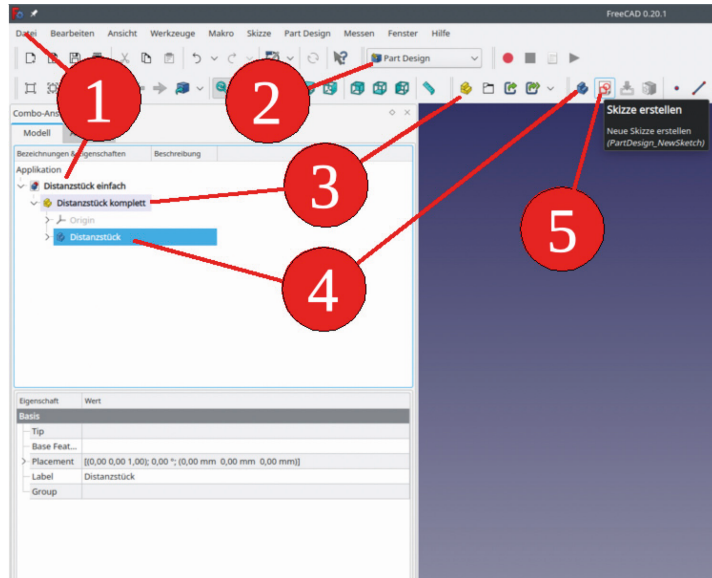

Bild 4-1
Durch Klicken des gelben "Part"-Icons aus dem Menü (Bild 4-1) erzeugen wir den Std-Part-Container. Dieser liefert in seiner Hierarchiestufe bereits das (ausgegraute) Koordinatensystem "Origin". Wir speichern die Datei mit dem Menüpunkt "Datei | speichern unter..." als "Distanzstück einfach" ab. Dem Std-Part-Container geben wir nach Rechtsklicken und der Auswahl "Umbenennen" im Kontextmenü den klingenden Namen "Distanzstück komplett". Dies wirkt in diesem Falle etwas übertrieben – besteht das Distanzstück doch nur aus einem einzigen Körper. Es ist aber praktisch, bei der Namensgebung gleich mehrere Körper mitzudenken. Beim Distanzstück könnten wir später, um bei der weiteren Verwendung Arbeit zu sparen, gleich noch Befestigungsschraube, Scheibe und Mutter mit in den Container packen.
Als letzte Vorbereitung aktivieren wir den Std-Part-Container "Distanzstück komplett" durch Doppelklicken (der Titel erscheint aktiviert in der Baumannsicht in Fettdruck) und wählen im Menü das blaue "Körper" (Body)-Icon. Den Körper benennen wir schließlich mit dem Kontextmenü (oder durch Markieren und Drücken von F2) in "Distanzstück" um. Bild 4-1 gibt bereits den Zustand des Hauptfensters nach diesen Vorbereitungen wieder.
**2.** Jetzt soll also das erste Teil entstehen. Dazu kann man den Querschnitt des Distanzstückes in Form einer Skizze definieren. Klickt man auf das Icon "Skizze erstellen" im Menü (Bild 4-1), werden die gerade ausgeblendeten Ebenen wieder angezeigt und es öffnet sich der Reiter "Aufgaben". Dort wählen wir, worauf skizziert werden soll. Wir wählen die XY-Plane001 und bestätigen mit dem Button "OK" ganz oben auf dem Formular (ggf. hochscrollen). Der Arbeitsbereich Sketcher öffnet sich. Damit verändert sich nicht nur die Auswahl an Icons im Menü, es erscheinen im Aufgabenfenster auch mehrere Bereiche, die sich im Laufe des Zeichnens füllen werden.